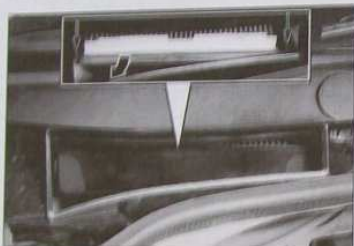

FIG.2
- Abaisser le couvercle de filtre à air habitacle et le sortir (Fig.2).